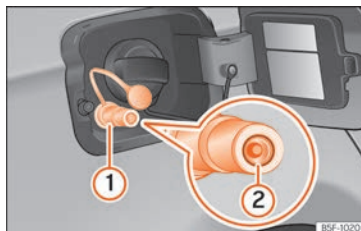

Fig. 305 Tapa del depósito abierta: boca de carga de gas ①, retén de la boca de carga ②.
- Destape la boca de carga de gas » **fig. 305 ①**.